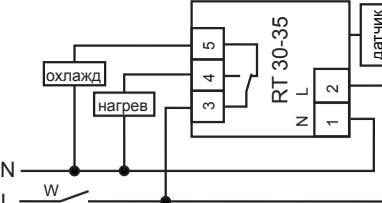

Рис. 2: схема подключения нагрузки мощностью до 4,4 кВт к устройству
5.2. Если устройство работает на нагрев, нагрузка подключена к нормально-разомкнутым контактам реле (рис. 2). При этом горящий светодиод будет указывать на то, что реле замкнуто и нагревательный элемент включен. При достижении установленной температуры реле размыкается и отключает нагревательный элемент, светодиод гаснет.
5.3. Если устройство работает на охлаждение, нагрузка подключается к нормально-замкнутым контактам реле (рис. 2). При этом горящий светодиод будет указывать на то, что температура находится в пределах установленных значений и охлаждающая установка отключена. При повышении установленной температуры реле размыкается и включает охлаждающую установку, светодиод гаснет.
7.2. Подключить нагрузку к изделию (см. рис.2). Для этого используйте одножильный или многожильный провод с двойной или усиленной изоляцией сечением, соответствующим мощности нагрузки. Переменное фазное напряжение подается на контакты 2 и 3. Напряжение может подаваться через выключатель W или напрямую.